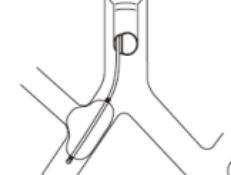

Fig.9
- Para a toracotomia direita, posicione e insuflie o cuff bloqueador de forma a obter uma leve herniação do mesmo no brônquio do lobo superior. Isso ajudará a fixar o cuff bloqueador em posição e bloqueará firmemente o brônquio principal direito (Fig. 9).